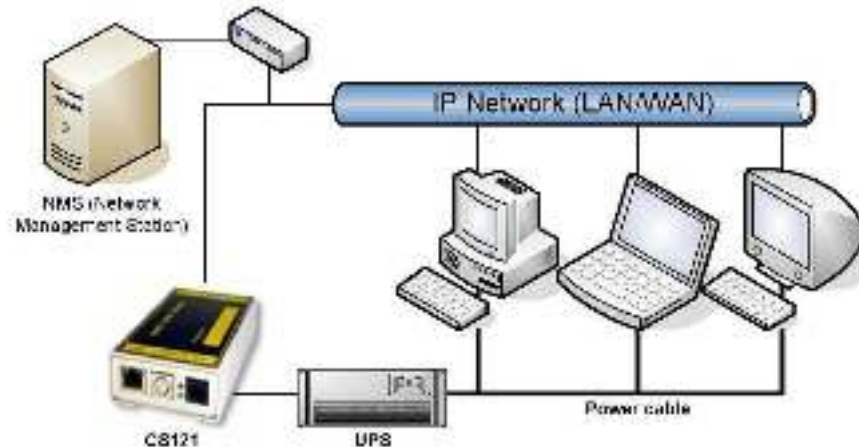
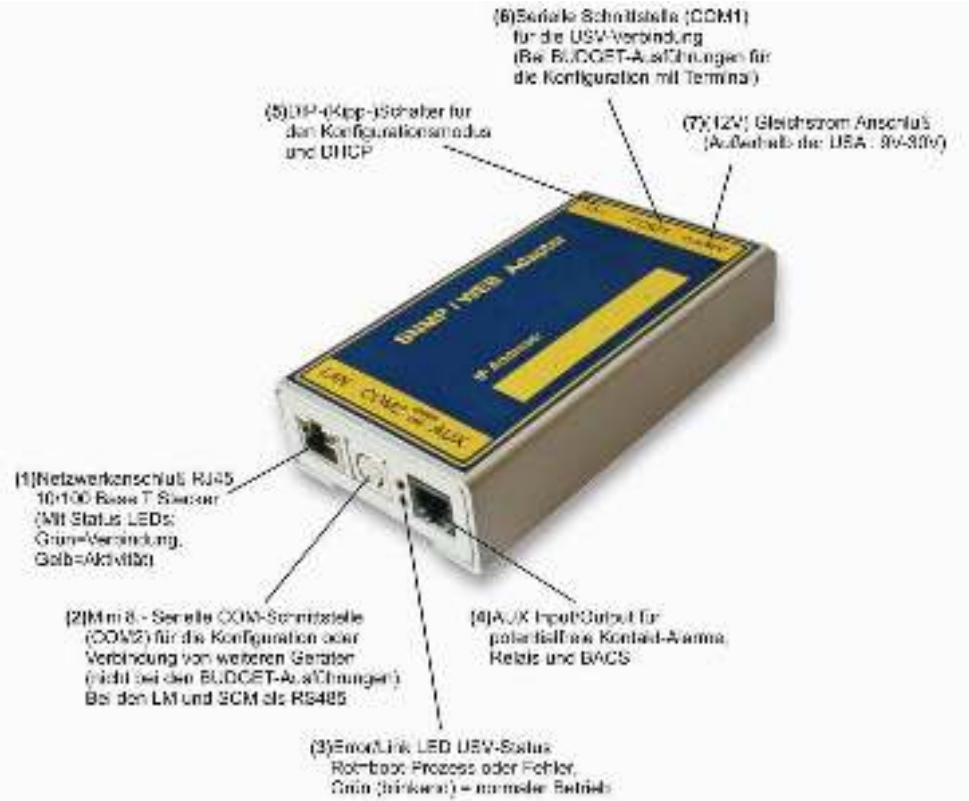

Abbildung 1: CS121 in einer Netzwerk-Umgebung
Abbildung 2: Anschlüsse des CS121
- (zu Abb. 1, Nr (1): LED-Status der Netzwerkverbindung: Die LED's, die in der RJ45-Buchse integriert sind, (vgl. Abbildung 2:) zeigen Grün, wenn eine Verbindung zum Netzwerk besteht und Gelb bei Netzwerk-Kommunikation. Gelbes Blinken zeigt den Traffic an. Diese gelbe LED sollte nicht ständig an sein, da sonst im Netzwerk erheblicher Broadcast Traffic die Kommunikation stört.
- (zu Abb. 1, Nr (3): LED-Status des CS121 HW131: Die folgende Tabelle gilt nur für CS121 HW131. Bei Modellen vor 2006 gibt es den Zustand „rot und grün während Bootphase“ nicht.
- **Abb. 1, Nr (5): DIP-Switches:** Die DIP- (Kipp-) Schalter unterscheiden zwei verschiedene Funktionen: Den Konfigurations- und den Betriebs-Modus und DHCP.
- **(zu Abb. 1, Nr (7): Stromzufuhr:** Ein Netzteil (9-12V DC) versorgt den Adapter mit Strom (nur bei den externen Modellen CS121L, CS121MOD, CS121BL).